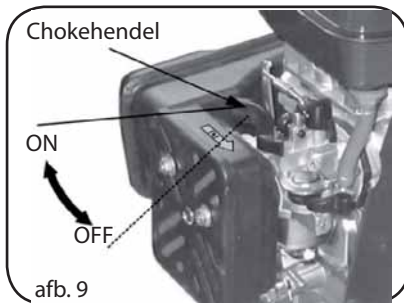

afb. 8 Moterschakelaar
- a) Zet de start sleutel op ON (Afb. 8).